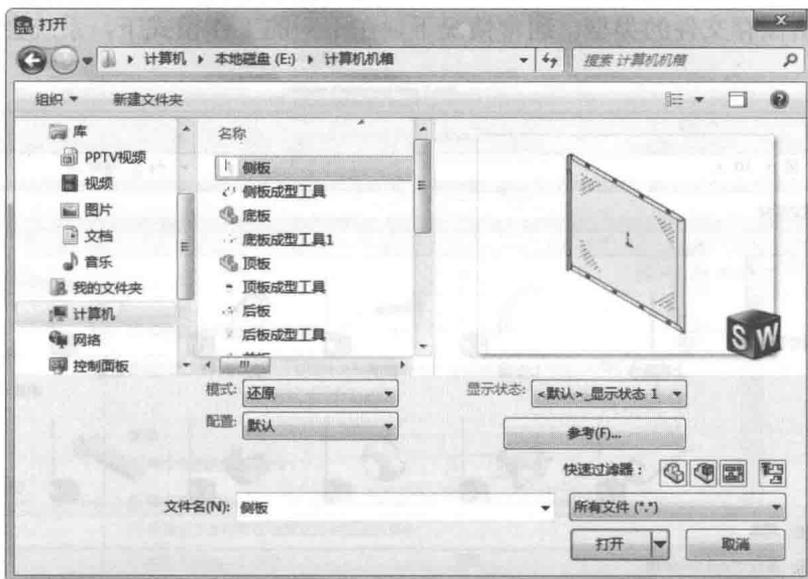

图 1-5 “打开”对话框
(1) 执行命令。在菜单栏中选择“文件”→“打开”命令, 或者单击“打开”图标按钮, 执行打开文件命令。
(2) 选择文件类型。系统弹出如图 1-5 所示的“打开”对话框。对话框中的“文件类